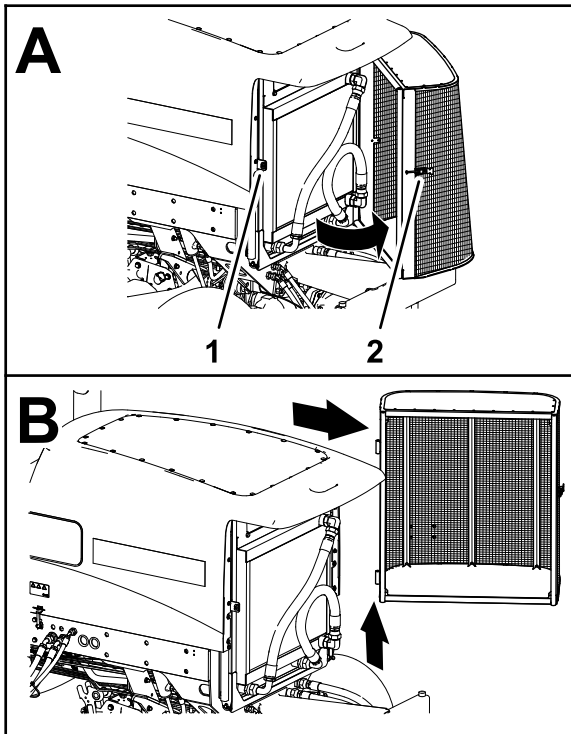

Figure 99
2. Déverrouillez et ouvrez la grille arrière (Figure 99).